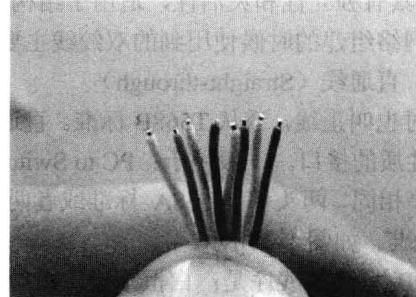

图 1-6 剥皮与排列网线
将线头放入剥线器与网线的粗细一样的刀口中，让线头角及挡板露出，稍微握紧剥线器慢慢旋转，让刀口划开双绞线的保护胶皮，拔下胶皮（注意：剥到与大拇指一样长就行了），如图 1-6 所示。
③ 排序：剥除外包皮后即可见到双绞线网线的 4 对 8 条芯线，并且可以看到每对的颜色都不同。每对缠绕的两根芯线是由一种染有相应颜色的芯线加上一条只染有少许相应颜色的白色相间芯线组成。四条全色芯线的颜色为：棕色、橙色、绿色、蓝色。每对线都是相互缠绕在一起的，制作网线时必须将 4 个线对的 8 条细导线一一拆开、理顺、捋直，然后按照规定的线序排列整齐。若是直通线，则线序两端都是 T568A 或者 T568B；若是交叉线，则双绞线一端是 T568A，另一端是 T568B；若是全反线，则一端是 1—8，另一端是 8—1。如图 1-6 所示。